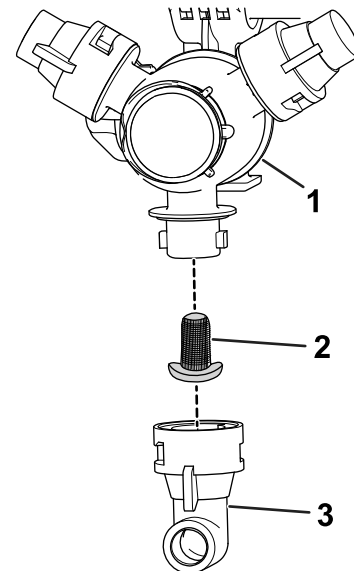

Figure 23
- Retirez la buse de la tourelle de pulvérisation (Figure 23).
- Déposez le filtre de buse (Figure 23).
5. Remettez le filtre de buse (Figure 23).
6. Installez la buse sur la tourelle de pulvérisation (Figure 23).